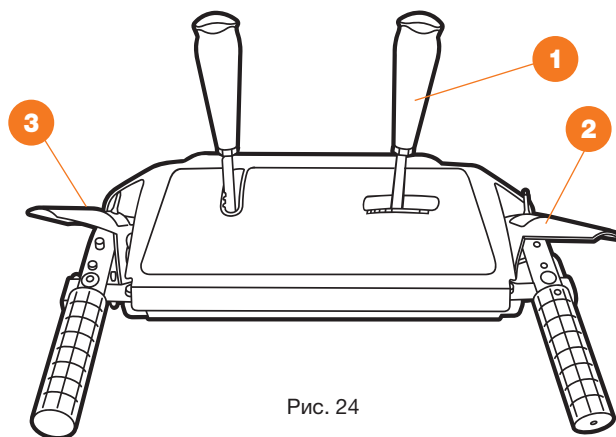

Рис. 24
- Установите требуемую рабочую скорость движения переключением передачи на панели управления. Перемещая рычаг выбора скорости ❶, установите его в одно из четырех положений **ВПЕРЕД** или в положение **НАЗАД** (Рис. 24).
- Нажмите на рычаг включения вращения шнека **2** и шнеки начнут вращаться. При отпускании рукоятки шнеки остановятся (Рис. 24).
- Нажмите на рычаг включения привода колес **3** и снегоуборщик начнет движение. При отпускании рычага снегоуборщик остановится (Рис. 24).
- При одновременном нажатии рукоятки включения вращения шнека **2** и рычага включения привода колес **3**, рычаг **3** можно отпустить, при этом движение снегоуборщика и вращение шнеков продолжится. Таким образом, не останавливая процесс уборки, вы можете свободной рукой отрегулировать направление и дальность выброса или включить фару (Рис. 24).
- Для остановки снегоуборщика отпустите рычаг включения привода хода **2** и привод колес, вращение шнека автоматически выключатся (Рис. 24).
- При отпущенном рычаге включения вращения шнека ② (в верхнем положении), трос привода должен иметь небольшое ослабление. Он не должен быть сильно натянут (Рис. 24).
- Находясь в положении оператора (за снегоборщником) включите шнек, нажав на рычаг включения вращения шнека ② (Рис. 24).
- Оставьте шнек в рабочем состоянии примерно на 10 секунд, после чего отпустите рычаг включения вращения шнека ② (Рис. 24). Повторите эту процедуру несколько раз.
- При включенном двигателе и установленном в верхнее положение рычаге включения шнеков ②, подойдите к снегоборщнику со стороны ковша (Рис. 24).